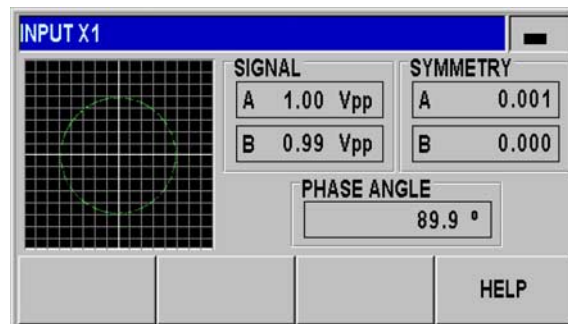

Abb. II.49 Test snímačů: rozhraní 1 Vss
- ▶ Jakmile popojedete snímačem, znázorní ND signály kanálů A a B graficky jako Lissajousovi obrazce (viz Abb. II.49) a zobrazí i hodnoty amplitudy, symetrie a fázového posuvu.